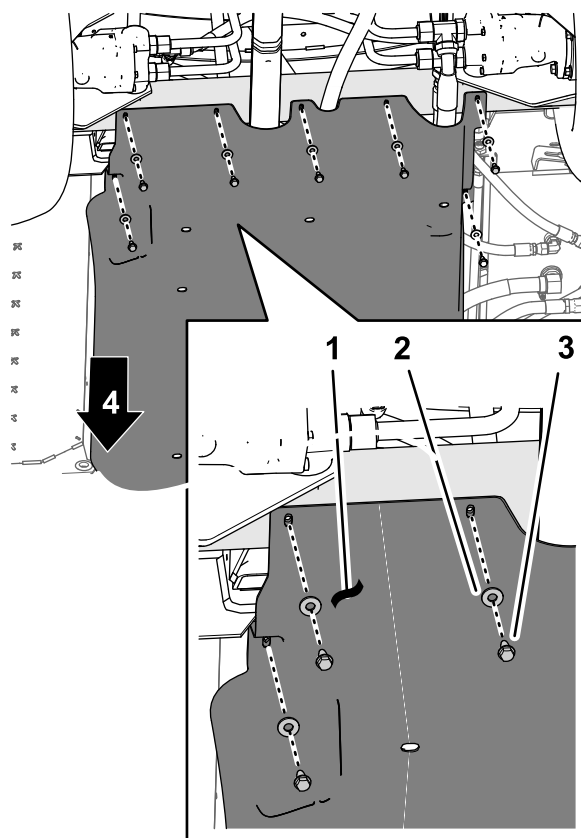

図 124
5. キャリッジ下シュラウドの後部をシャーシにに取り付けるステップ 17 キャリッジ下シュラウドを取り外す \(ページ 13\)で取り外したフランジヘッドボルト5/16 x 7/8 インチ7本とワッシャ5/16 インチ7枚を使用する 図 124。
4. キャリッジ下シュラウドの後部にある穴を、シャーシの穴に合わせる 図 124。